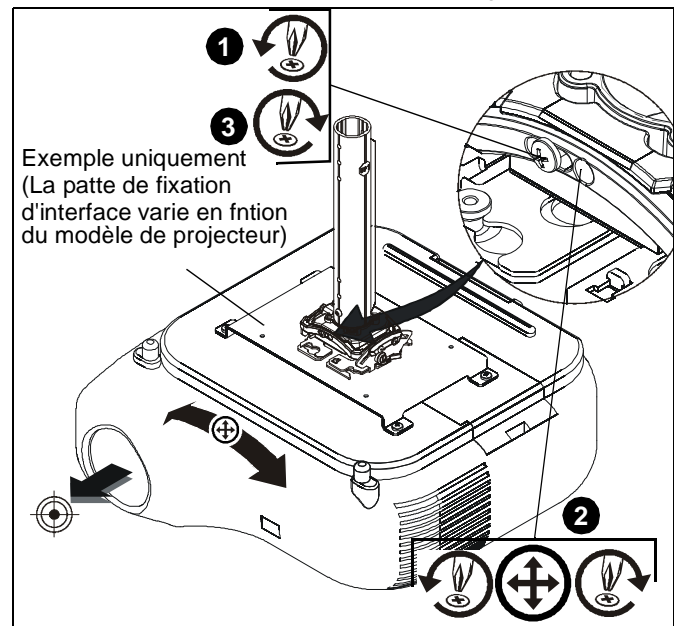

Figure 19
1. Desserrez la vis de blocage du réglage de l'ondulation à l'aide d'un tournevis Phillips 2. (Voir la Figure 19)
2. Tournez la vis de réglage micrométrique de l'ondulation vers la droite ou la gauche à l'aide d'un tournevis Phillips 2 jusqu'à ce que l'image soit correctement alignée sur la cible. (Voir la Figure 19)
3. Resserrez la vis de blocage du réglage de l'ondulation à l'aide d'un tournevis Phillips 2. (Voir la Figure 19)